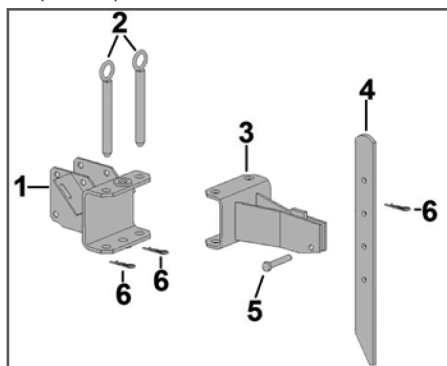

Рис. 5 Установка сошника
- Установите в кронштейн 1 рамы мотоблока кронштейн сошника 3 (Рис. 5). Совместите отверстия в кронштейнах сошника и рамы и вставьте пальцы 2. Зафиксируйте пальцы 2 шплинтами 6 (Рис. 5).
9. Установите сошник 4 в кронштейн сошника 3 (Рис. 5). Вставьте сошник между пластинами кронштейна, совместите нужное отверстие в сошнике с отверстием в кронштейне и вставьте палец 5 крепления сошника (Рис. 5). Зафиксируйте палец шплинтом 6 (Рис. 5).